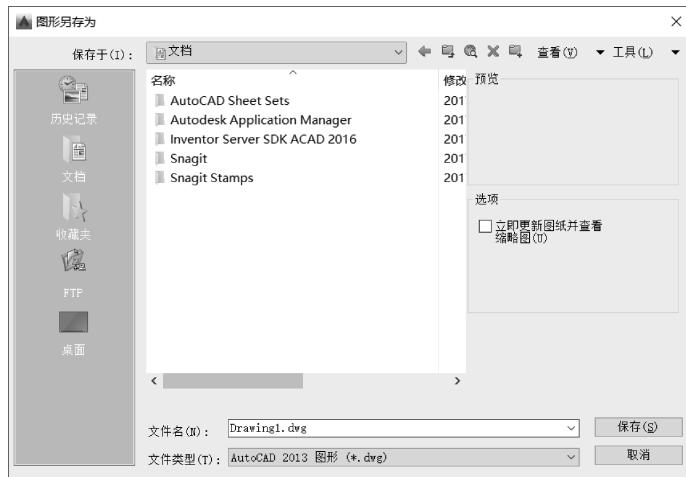

图 1-28 “图形另存为”对话框
1) 选择上述3种方式之一输入命令后，可打开“图形另存为”对话框，如图 1-28 所示。